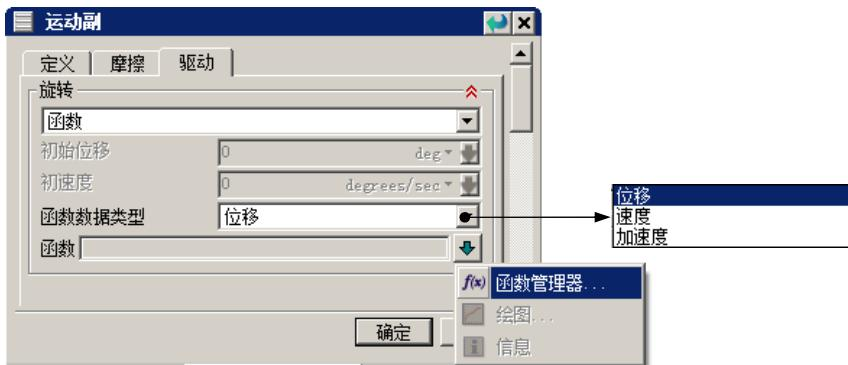

图 7.3.1 “运动副”对话框
- Step2. 在 **函数数据类型** 下拉列表中选择函数驱动的对象，函数可以驱动运动副中的位移、速度和加速度，如图 7.3.1 所示。